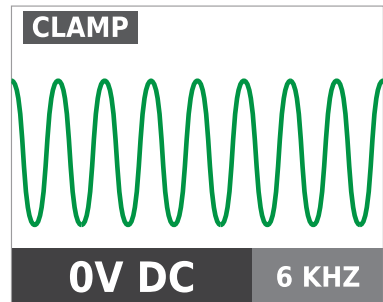

Figura 4.10a
2. Prima o botão de modo de sinal ALTO durante 2 segundos para selecionar o modo de PINÇA no transmissor. O modo de pinça gera um sinal de 6kHz amplificado que permite obter melhores resultados de localização. O visor no transmissor deverá ser apresentado tal como na Figura 4.10a.